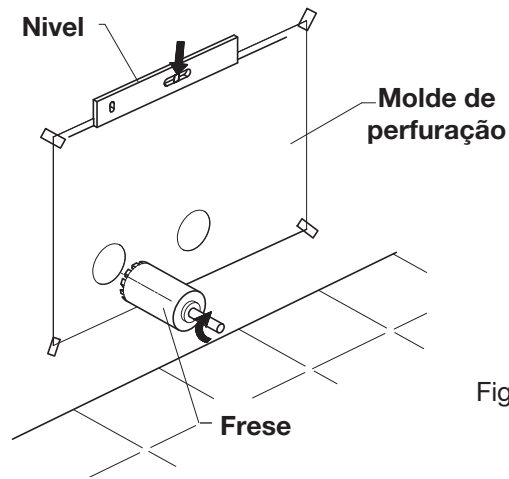

Fig. 1
- Aplique o molde de perfuração na parede e fixe-o nivelado. (Fig. 1)